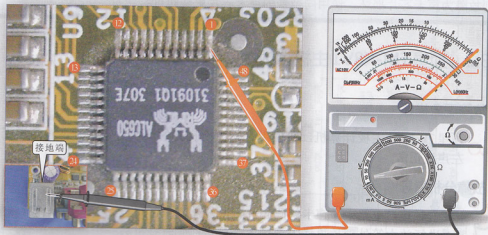

图26-4 声卡芯片①脚的电压的检测
(1) 首先检测声卡芯片的供电端电压是否正常。将主板进行通电,并将万用表的量程调到直流10V挡,万用表的黑表笔接地,用红表笔检测声卡芯片①引脚的电压,如图26-4所示。正常情况下,测得①脚电压为3.4V左右。